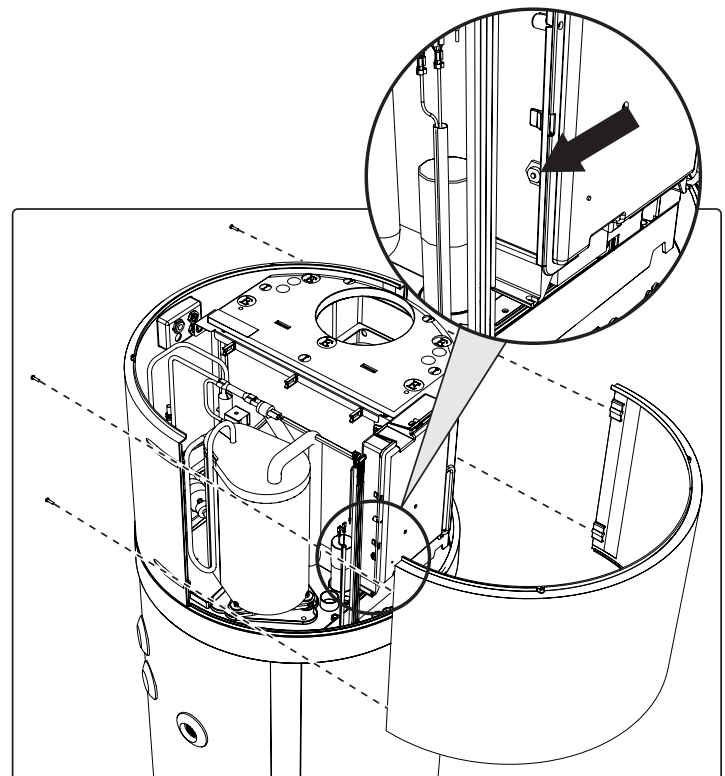

fig. 48- Remoção do painel frontal
- Remova o painel frontal e reponha manualmente o termóstato de segurança acionado (fig. 48). No caso de intervenção, o pino central do termóstato fica saliente aprox. 2 mm.